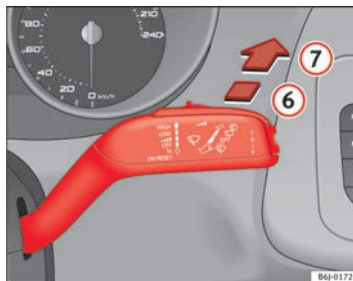

Fig. 68 Leva del tergilavacrystalli: tergilunotto
- Premere la leva in avanti innestandola nella posizione ⑥ ⇒ fig. 68. In questo modo il tergilunotto effettua un'escursione ogni 6 secondi circa.
- Spingere la leva in avanti fino in fondo, portandola nella posizione ⑦ ⇒ fig. 68. Il tergilunotto e il lavalunotto si attivano simultaneamente. Il lavalunotto continuerà ad operare fintanto che si tiene la leva in questa posizione.